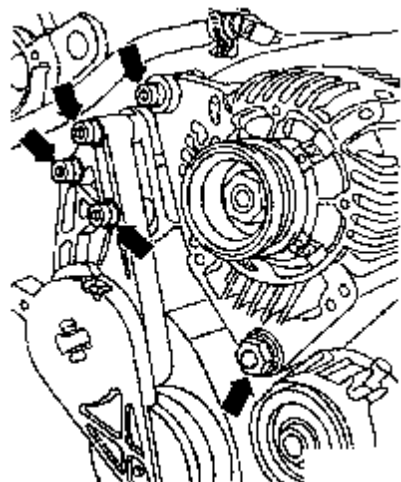

图 4-143 拆卸多楔皮带张紧装置
(3) 从发电机、叶片泵及粘液型风扇支座上拆下进气歧管支架、气缸体支柱、扭矩反应器支架的支架。从支座上拆下多楔皮带张紧装置及发电机，如图 4-143 箭头所示。